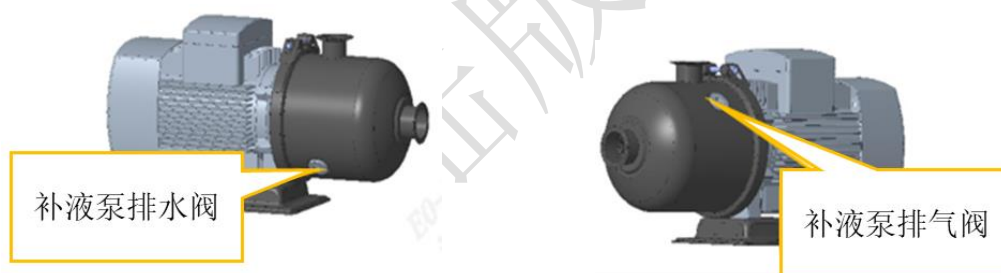

图 7.9 补液泵排水及排气阀
- c) 打开补液泵排气阀（内六角扳手），触摸屏上切换到手动模式下，打开电磁阀 V202，有水排出后，关闭补液泵手动排气阀，如图 7.9 所示；